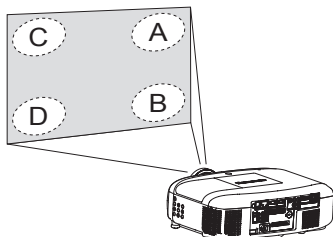

Fig. 1
- 4) Manipulez le projecteur pour décaler progressivement la mise au point en face de l'écran puis arrêtez-vous lorsque l'une des zones A à D de la Fig. 1 est mise au point sur l'écran.